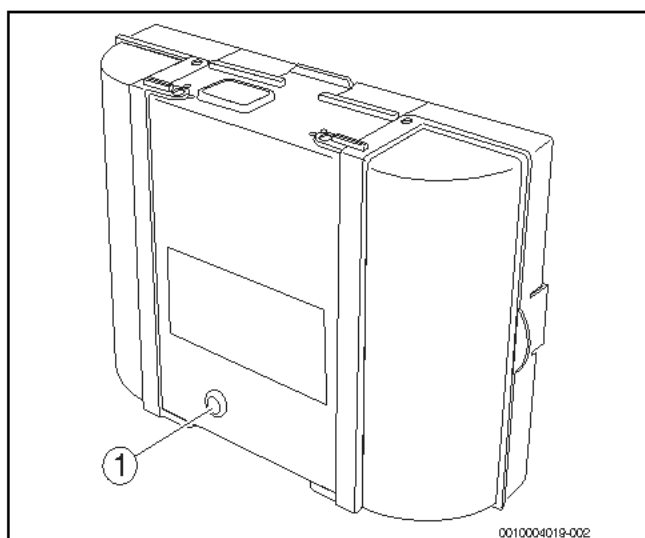

Bild 91 Störungen am Feuerungsautomaten zurücksetzen
- Taste „Entstören“ am Feuerungsautomaten drücken (→ Bild 91).